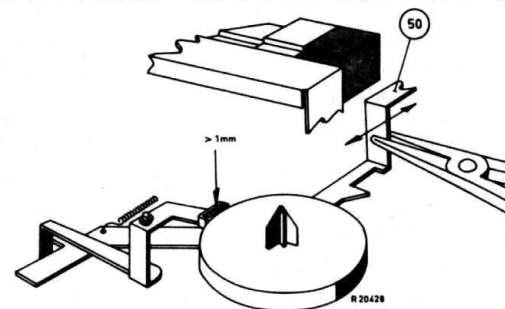

Fig. 23
- Als de toets voor weergave wordt ingedrukt, moeten de beide remmen tegelijk worden afgelicht, zie fig. 23. De afstand tussen de remschoenen en de spoelschotels moet groter zijn dan 1 mm, zie fig. 23. Eventueel in te stellen door verbuigen van de knik in startstrip 50, zie fig. 23.